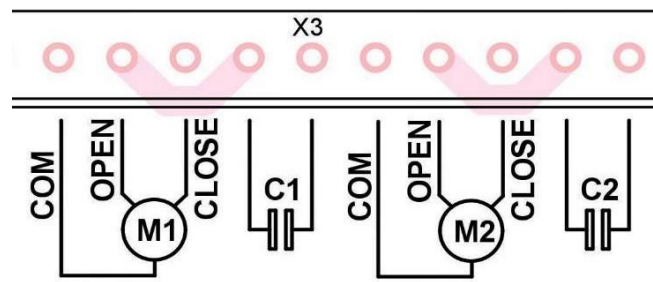

Рис. 2 Подключение моторов и конденсаторов
Клеммы «**COM**», «**OPEN1**» и «**CLOSE1**» нужны для подключения 1-го двигателя привода (который стартует первым на открытие) (Рис. 2), где «**COM**» - это общий провод, а «**OPEN1**» и «**CLOSE1**» - это 1-я и 2-я обмотки двигателя.
(Рис. 2), где «COM» - это общий провод, а «OPEN2» и «CLOSE2» - это 1-я и 2-я обмотки двигателя.
**Конденсаторы** подсоединяются к клеммам «C1» и «C2» (Рис. 2). Если конденсаторы не подключить, то будет слышно гудение мотора, но вал двигателя при этом вращаться не будет.